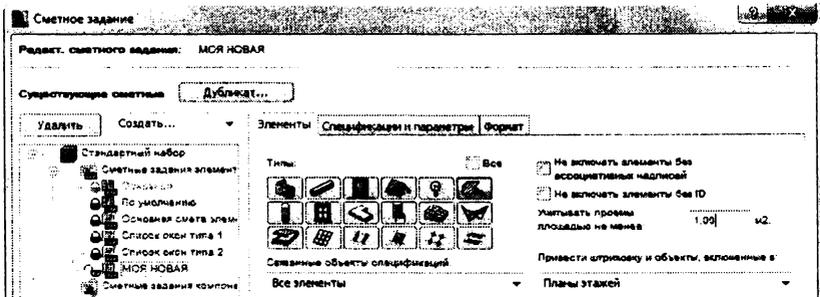

Рисунок 41
2. Перейдите на вкладку **Элементы** окна **Сметное задание** и установите параметры вкладки согласно рис. 41.